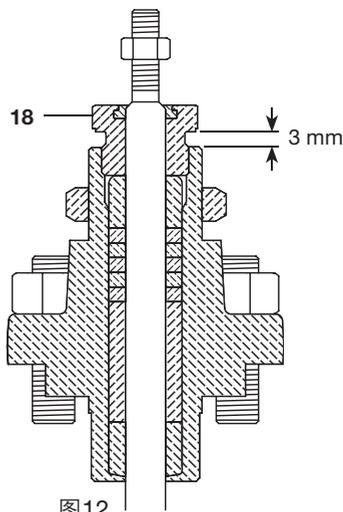

图12
- ii) 石墨阀杆密封的安装：压盖螺母下部同阀盖顶部之间距离3mm，参考图12。